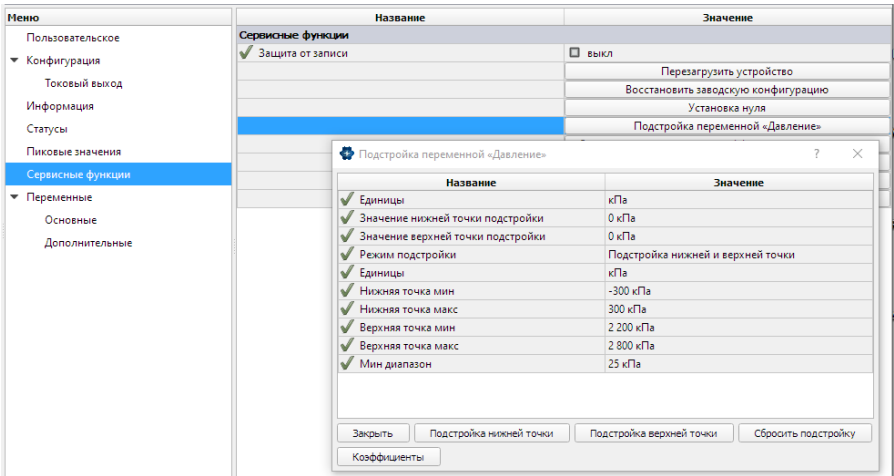

Рисунок 2.12 – Окно «Подстройка переменной давление»
- нажать кнопку «Подстройка нижней точки» в окне «Подстройка переменной «Давление» (рисунок 2.12);